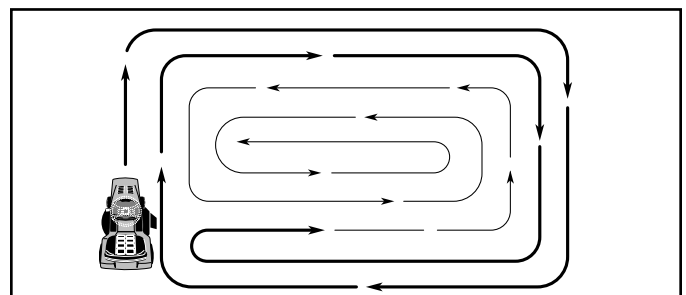

FIG. 10
- Pour tondre une grande surface, on vous conseille de commencer par tourner à droite, de façon à ce que l'herbe ne soit pas déversée sur les arbustes, les clôtures, les allées, etc. Après un ou deux tours, tondez en sens inverse en tournant à gauche jusqu'à ce que le travail soit achevé (Voir la Fig. 10).